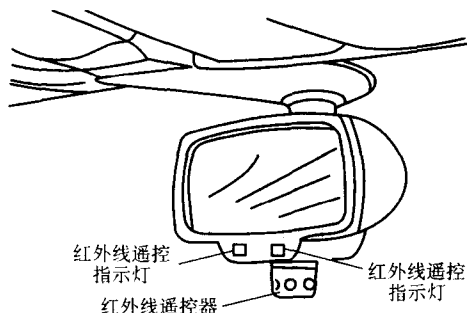

图 6-11 红外线遥控指示灯
(1) 症状：压下红外线遥控器时，中控锁不动作且室内后视镜的红灯及绿灯均不闪烁，如图 6-11 所示。